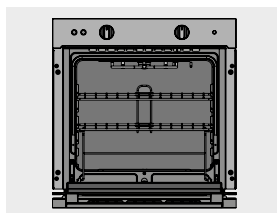

Figura 3.
- Visualización de doble entrepaño retráctil, guía entrepaño doble horno y enganche entrepaño horno (aplica solo para entrepaño doble retráctil, ver figura 3).